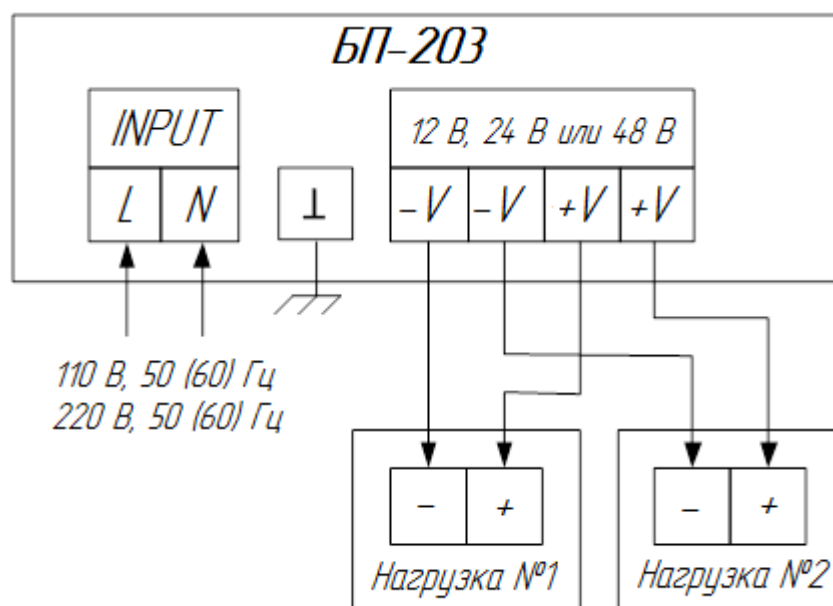

Рисунок 2 – Схема подключения изделия
1.3.2 Подключение входного питания осуществляется на клеммы «L» и «N», нагрузки подключаются на клеммы «-V» и «+V», см. рисунок 2.